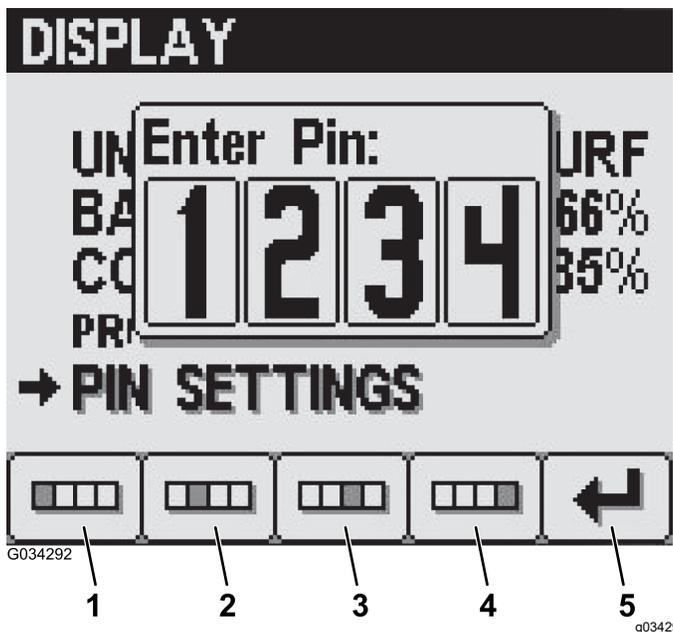

Figura 24
3. Pulse los botones 1 a 4 para introducir su código PIN. Cuando termine de introducir el PIN, pulse el botón 5 (Figura 24).
- Pulse los botones 1 a 4 para introducir su código PIN. Cuando termine de introducir el PIN, pulse el botón 5 (Figura 24).
- En la pantalla Introducir PIN antiguo, pulse los botones 1 a 4 para introducir su código PIN antiguo, y pulse el botón 5 cuando termine de introducir el PIN (Figura 24).